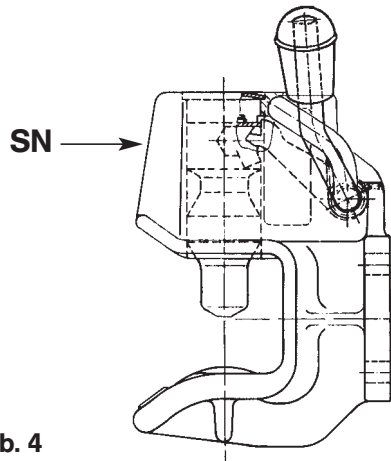

Abb. 4
- Abschmieren der gesamten Kupplung über 1 Schmiernippel (**SN**) (s. Abb. 4) z.B. Renolit MP (ROE 96040)